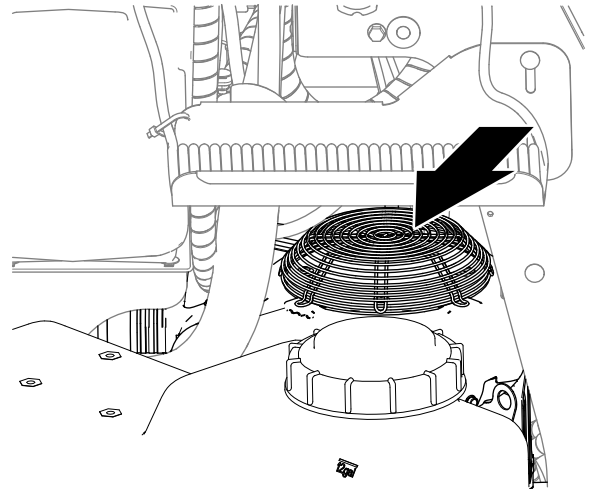

Figura 104
3. Utilice un cepillo o un trapo seco para eliminar los residuos del protector de residuos del motor (Figura 104).